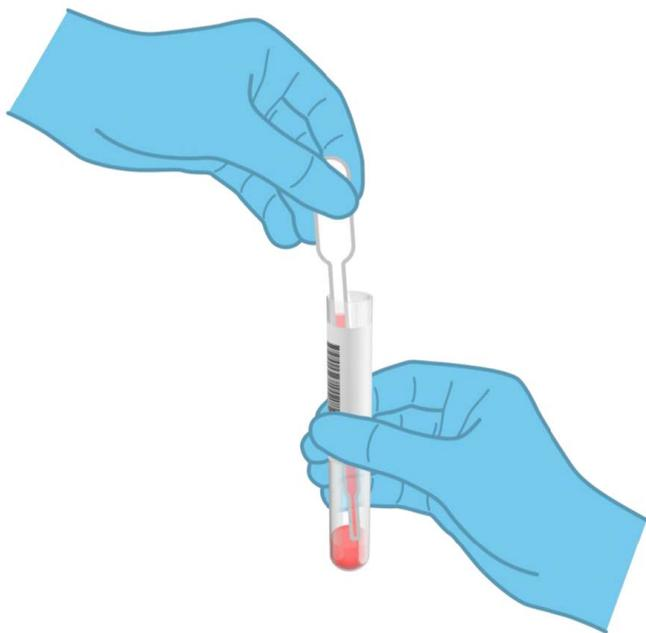

Figura 20. Aspirazione del campione nella pipetta di trasferimento fornita.
5. Aprire la provetta con il campione da analizzare. Utilizzare la pipetta di trasferimento in dotazione per aspirare il fluido fino alla terza linea di riempimento sulla pipetta (vale a dire 300 μ l) (Figura 20).